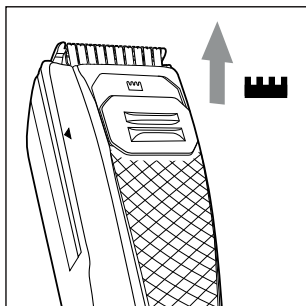

Fig. 6
- 1) Spostare il cursore della funzione di sfoltimento  **2** verso l'alto in posizione . La funzione di sfoltimento integrata nella testina di taglio **1** scorre verso l'alto (vedere fig. 6).